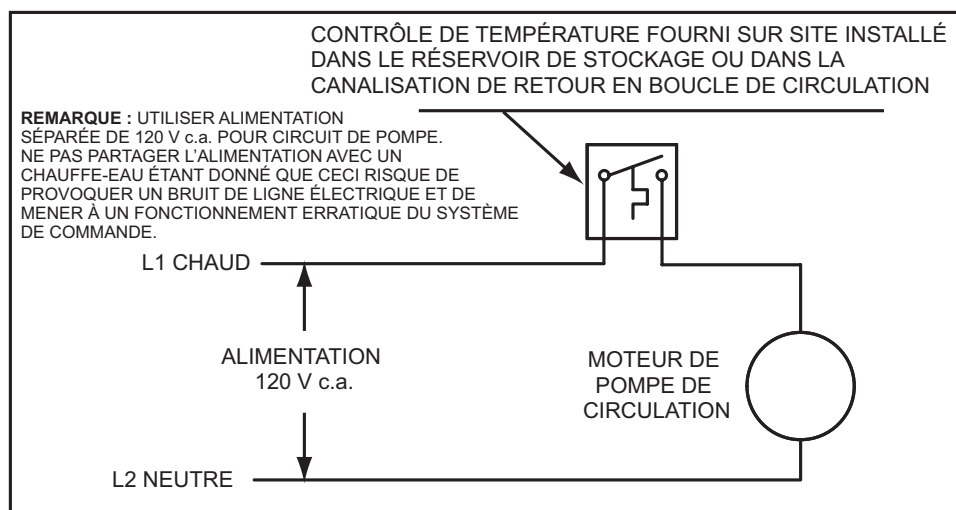
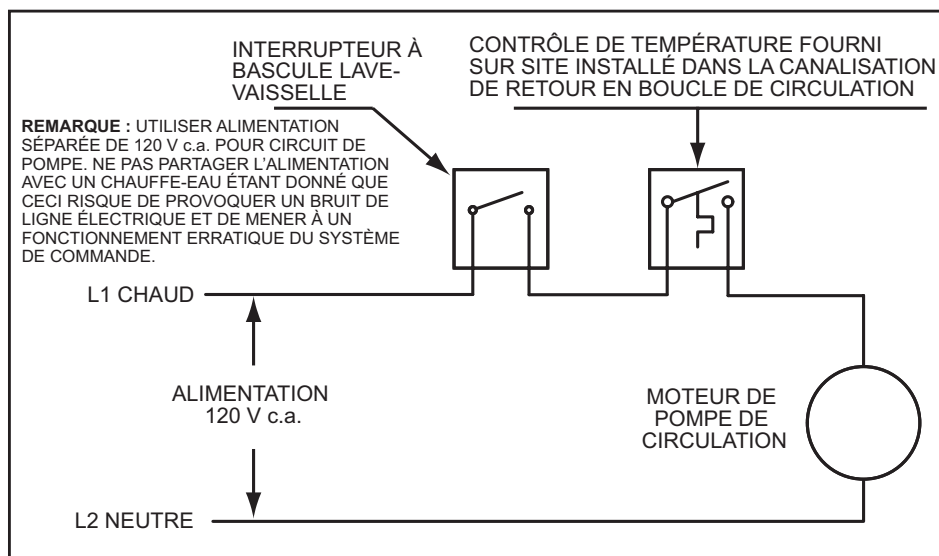

Figure 68
Figure 69
6. Si une pompe est installée entre un chauffe-eau et un réservoir de stockage ou sur un circuit bouclé de recirculation d'un bâtiment conformément à la Figure 68 à la page 70.
7. Si une pompe est installée dans un circuit bouclé de recirculation entre le chauffe-eau et un fil de lave-vaisselle commercial conformément à la Figure 68 ou Figure 69 à la page 70.